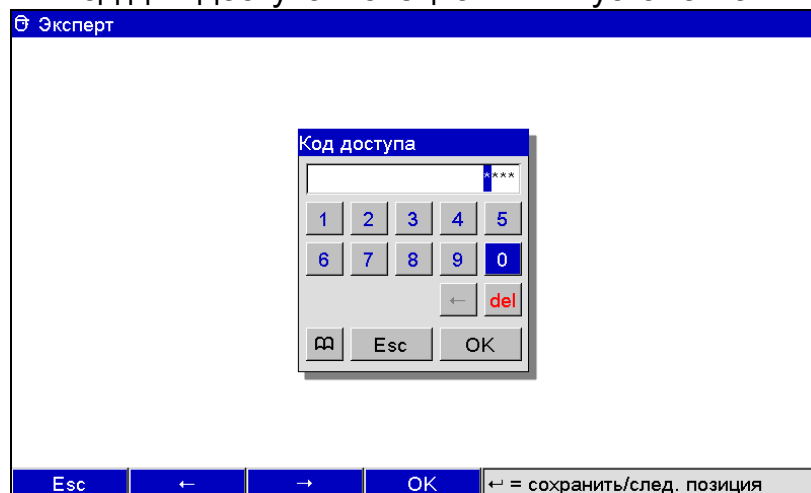

Рисунок 10 – Код доступа для экспертной установки
5.4.7.2 Экспертная установка предназначена для опытных пользователей и обслуживающего персонала. При обращении к программе всегда запрашивается четырехзначный код доступа (рисунок 10).